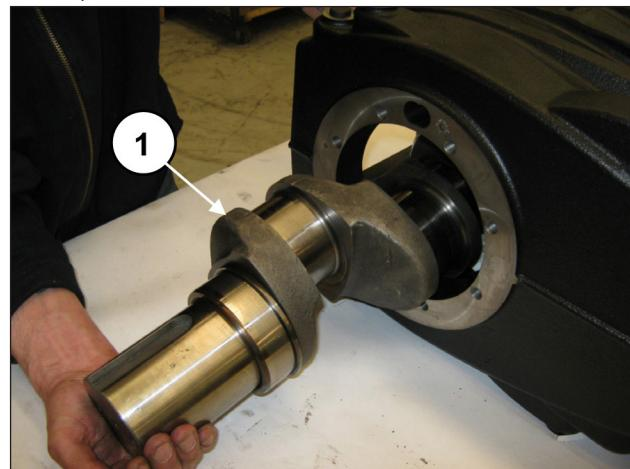

Рис. 31
Выньте из картера коленвал со стороны ВОМ (поз. ①, Рис. 31).